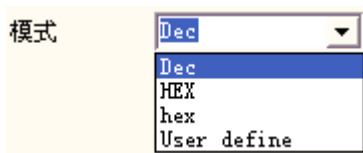

图 4-45 序列号进制模式
**模式：**指当前序列号的进制模式，如图 4-45 所示。